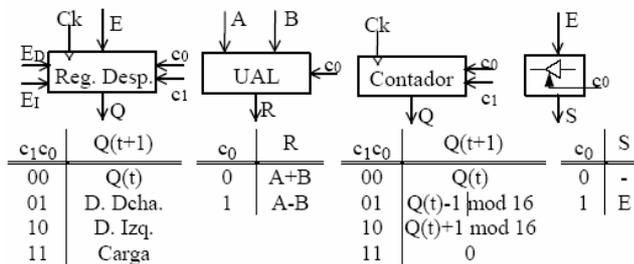

Figura 2: Módulos secuenciales del problema con sus tablas de funcionamiento
- A) (2 puntos) Diseñar la Unidad de Procesamiento que permita realizar este algoritmo utilizando los módulos de la Figura 2: registros de desplazamiento de 8 bits, una UAL con dos entradas de 8 bits cada una, un contador módulo-16 bidireccional y circuitos triestado de conexión unidireccional con control de 8 bits; además de puertas lógicas y los módulos combinacionales (MUX, DMUX, codificadores y decodificadores) que considere necesarios. Debe tener en cuenta que al bus vuelcan datos múltiples